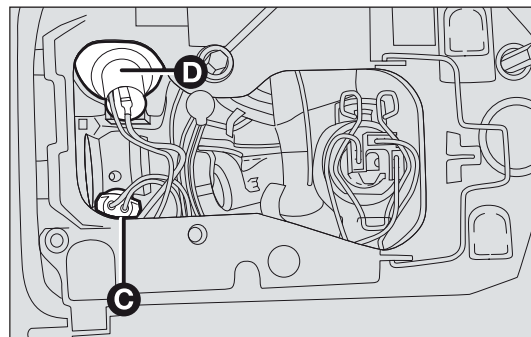

fig. 142
- ☐ ruotare il portalamпада C-fig. 142 ed asportarlo (è fissato a pressione);
- ☐ ruotare il portalamпада D-fig. 142 ed asportarlo (è fissato a pressione);